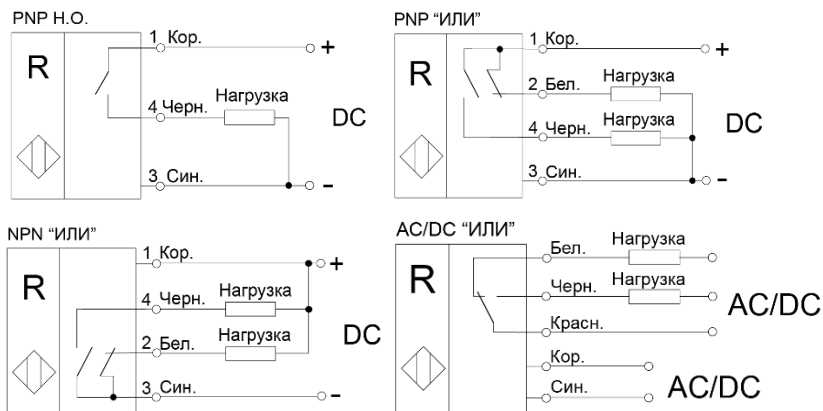

Рисунок 2 - Варианты схем подключения выключателей (цифрами указаны номера контактов разъема)
3.6 Выключатели включаются в электрическую цепь по проводной схеме (Рис.2). Соответствие выводов и схема подключения указаны в маркировке выключателя.